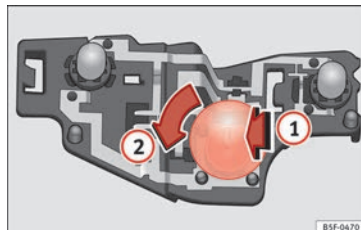

Bild 120 Glödlampornas position i lamphållaren.
- Tryck in den trasiga glödlampan lätt i lamphållaren » **bild 120** **1**, vrid den sedan åt vänster **2** och ta bort den.